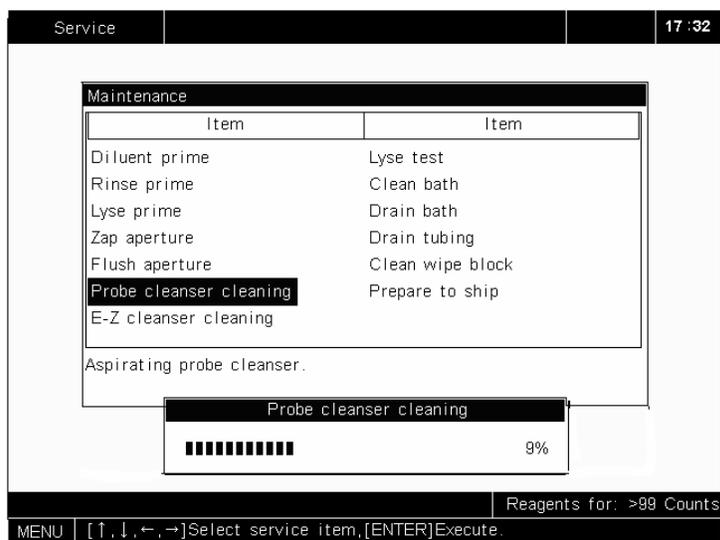

Рисунок 10-8 Промывка кюветы и жидкостьпроводящих путей
2. Поднесите очиститель к пробозаборнику и нажмите [ENTER], чтобы аспирировать очиститель. Когда Вы услышите звуковой сигнал, и пробозаборник выйдет из бутылки с очистителем; уберите очиститель. Анализатор начнёт процедуру очистки, как показано на **рис. 10-8**;